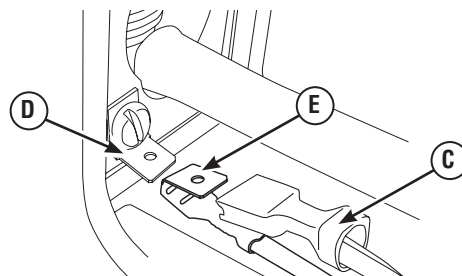

Figure 14 - Connexions à fourche de la borne de contacteurs
3. Détachez le harnais de fils du commutateur marqué N1 (Figure 14, C) de la cosse à fourche (D) fixée à la borne de contacteur N1.
4. Connectez l'extrémité à cosse enveloppante de l'assemblage de fil A (Figure 14, E) à la cosse à fourche (D) de la borne N1. Connectez le harnais de fils N1 (C) à la cosse enveloppante.
6. Détachez le harnais de fils du commutateur marqué N2 (Figure 14, C) de la cosse à fourche (D) fixée à la borne de contacteur N2.
7. Connectez l'extrémité à cosse enveloppante de l'assemblage de fil C (207022CGS, Figure 14, E) à la cosse à fourche (D) de la borne N2. Connectez l'harnais de fils N2 (C) à la cosse enveloppante.
5. Connectez l'extrémité à cosse enveloppante de l'assemblage de fil C (207022CGS) à l'adaptateur installé au terminal de contact N2 (Figure 14, page 12) et l'autre extrémité au porte-fusible (FH1).